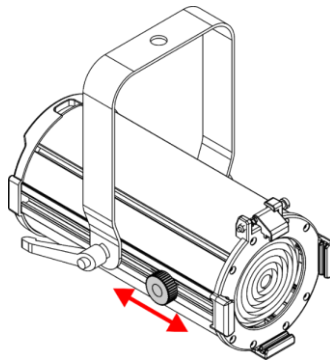

Fig. 06
- 01) Gire el **control del zoom (05)** en sentido antihorario para aflojarlo.
- 02) Deslice el **control del zoom (05)** hacia delante o hacia atrás hasta alcanzar el ángulo del haz de luz deseado (véase la Fig. 06).
- 03) Una vez ajustado en ángulo del haz de luz gire el **control del zoom (05)** en sentido horario para apretarlo. No lo apriete en exceso.